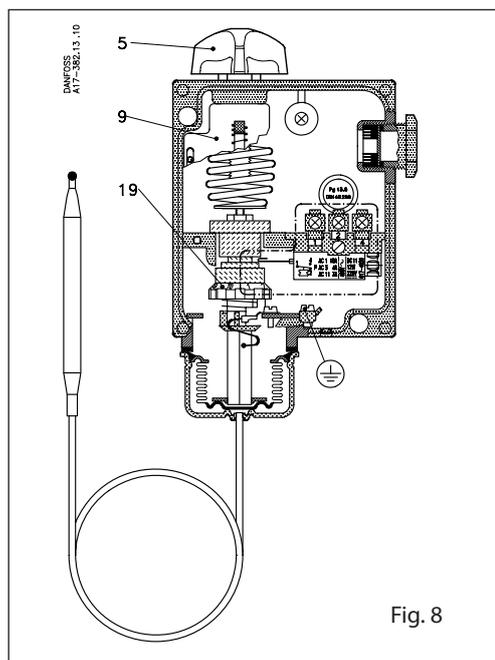

Fig. 8
2. Ajustar el termostato en 70°C utilizando el mando manual (5) (fig. 8).
3. Ajustar el disco de diferencial (19) en 3. Este valor se obtiene del nomograma del RT 101, página 5.